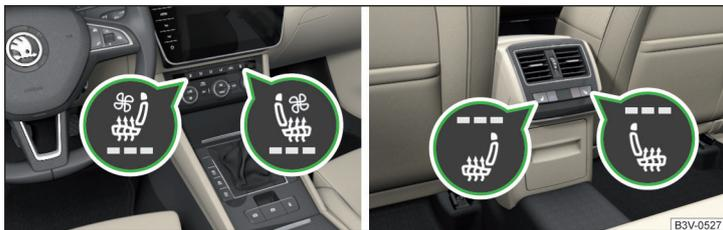

Abb. 93 Tastenanordnung: Vordersitzheizung und -belüftung / Rücksitzheizung
**Tasten für die Sitzheizung und -belüftung** » Abb. 93